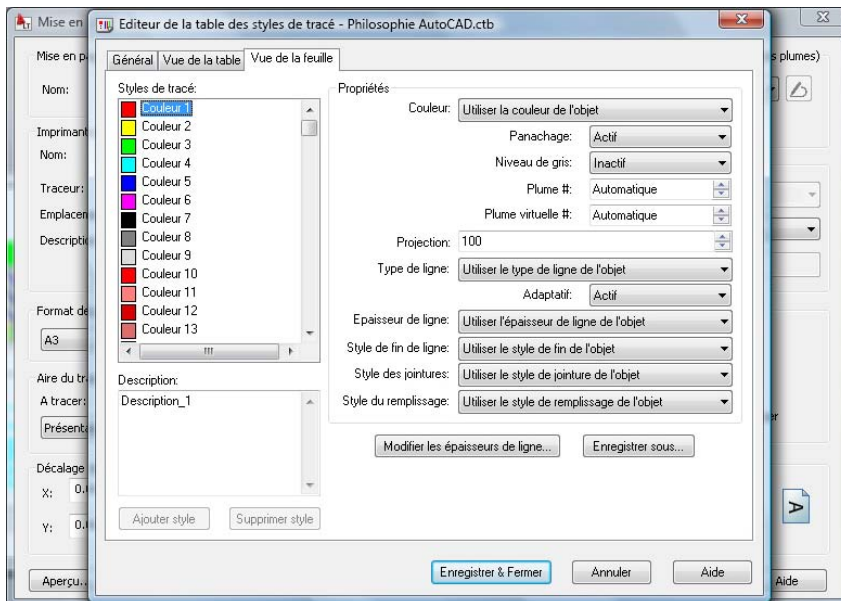

Figure 6.49
8. L'éditeur de la table des styles de tracé s'affiche, avec, ici, l'onglet Vue de la feuille actif (voir Figure 6.49). Dans la colonne de gauche est affichée la liste des couleurs